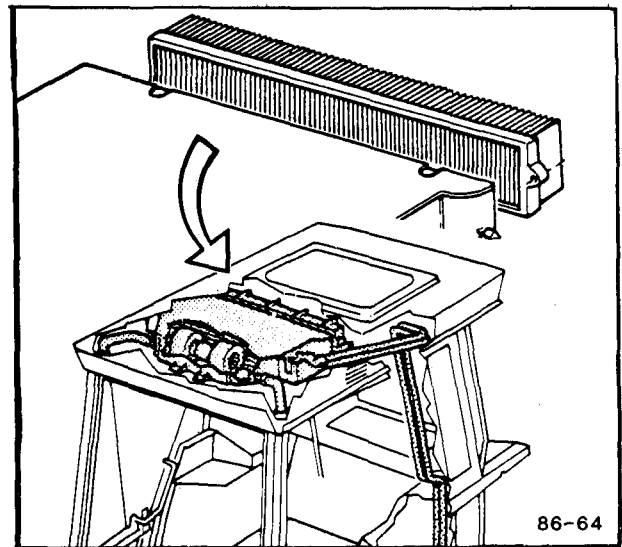

Fig. 26.
3. Reinig het filter (fig. 26), hetzij door schoonspoe-